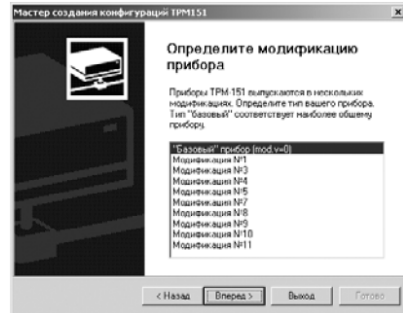

Рисунок 10.2
- Если модификацию считать не удастся, появится соответствующее сообщение. Нажмите «ОК» - открывается окно с приглашением выбрать модификацию прибора из списка (рисунок 10.2).